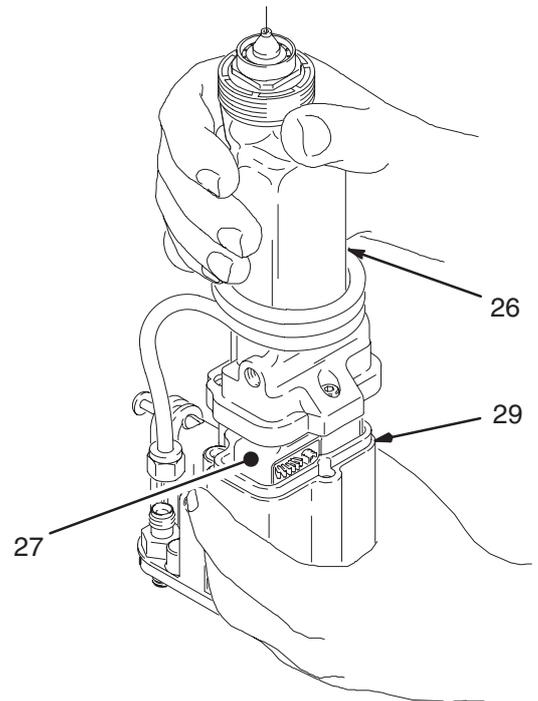

Fig. 20
4. Sostener el cuerpo de la pistola (29) con una mano y empujar el cañón (26) hacia fuera, teniendo cuidado de mantenerlo recto. Ver la Fig. 20.